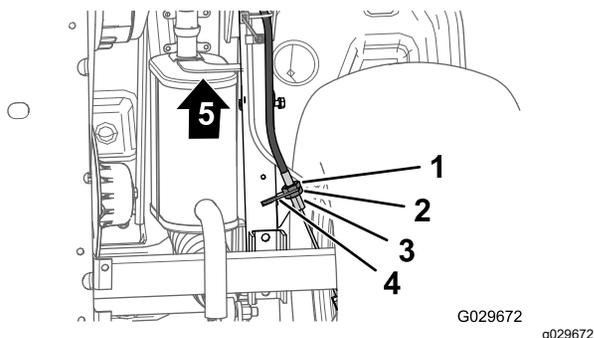

图 64
3. 在机器的底部将手刹拉索螺纹调节器的后锁紧螺母松开 4 圈 图 64。
4. 拧紧前锁紧螺母图 64。
- A. 将手刹拉索螺纹调节器的前锁紧螺母图 64 松开 1 圈。
- B. 拧紧后锁紧螺母图 64。
- A. 将手刹拉索螺纹调节器的后锁紧螺母图 64 松开 1 圈。
- B. 拧紧前锁紧螺母图 64。